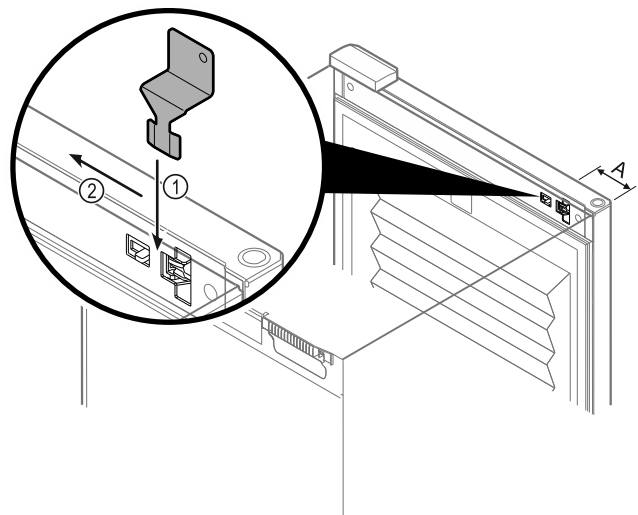

Fig. 138
- ▶ Поставете ключа за аварийно отключване на предвиденото място Fig. 138 (A)  $\approx$  100 mm.
- ▶ Вкарайте ключа за аварийно отключване между вратата и корпуса на уреда отгоре до упор Fig. 138 (1).
- ▶ Изтеглете ключа за аварийно отключване по посока на страната на пантите Fig. 138 (2).